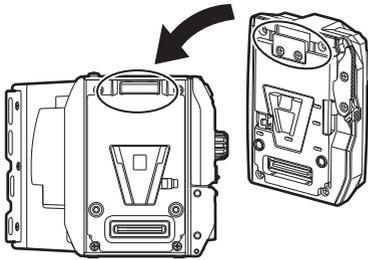

図 1
- 1 レコーディング延長モジュール後面上部のロックプレートにレコーディングモジュール前面上部のロックアングルを合わせる。(図 1)